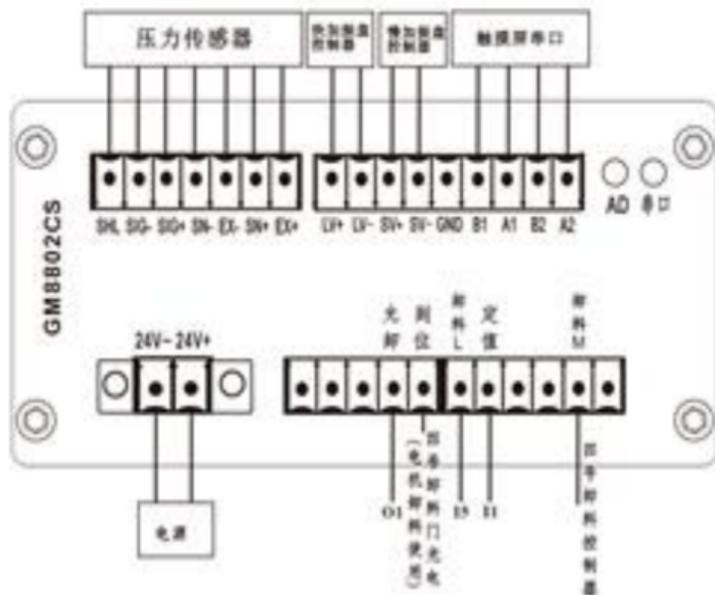

图 8 GM8802C 接线图
①假设图8为GM8802C的一号设备接线图，当其与GM04LU连接需要的开关量为：允卸、卸料L、定值。
②将“允卸”信号连接至GM04LU模块的O1接口、“卸料L”连接至I5，“定值”连接至I1。